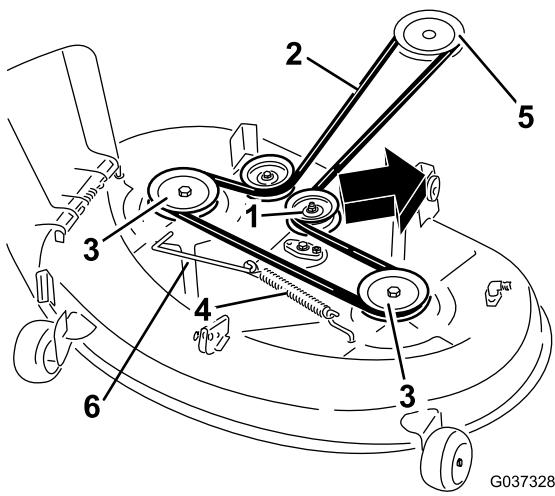

Figure 64
5. À l'aide d'un outil de dépose de ressort (réf. Toro 92-5771), décrochez le ressort du crochet sur le tablier pour détendre la poulie de tension et déchaussez la courroie des poulies (Figure 63 et Figure 64).
6. Acheminez la courroie neuve autour de la poulie du moteur et des poulies du tablier de coupe (Figure 63 et Figure 64).
7. À l'aide d'un outil de dépose de ressort (réf. Toro 92-5771), accrochez le ressort au crochet situé sur le tablier, puis exercez une tension sur la poulie de tension et la courroie du tablier de coupe (Figure 63 et Figure 64).